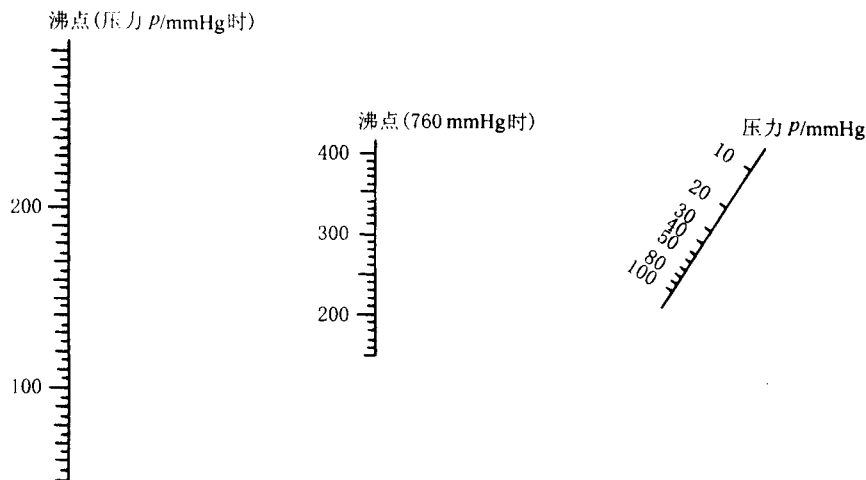

图 2-2 液体在常压下的沸点与减压下的沸点的近似关系
(1) 查阅文献。
(2) 查压力-沸点关系曲线。如图 2-2 所示为一液体在常压下的沸点与减压下的沸点的近似关系图。若已知某物质在 101.325kPa (760mmHg) 下的沸点值, 由此经验曲线便可找出在减压至某值时该物质的沸点。如二乙基丙二酸二乙酯常压下沸点为 218~220°C, 欲减压至 2.666kPa (20mmHg), 可在中间线和右边线上分别找到上述两点, 连成一直线并延长, 使其与左边线相交, 交点便是此压力下液体的沸点, 约为 105~110°C。